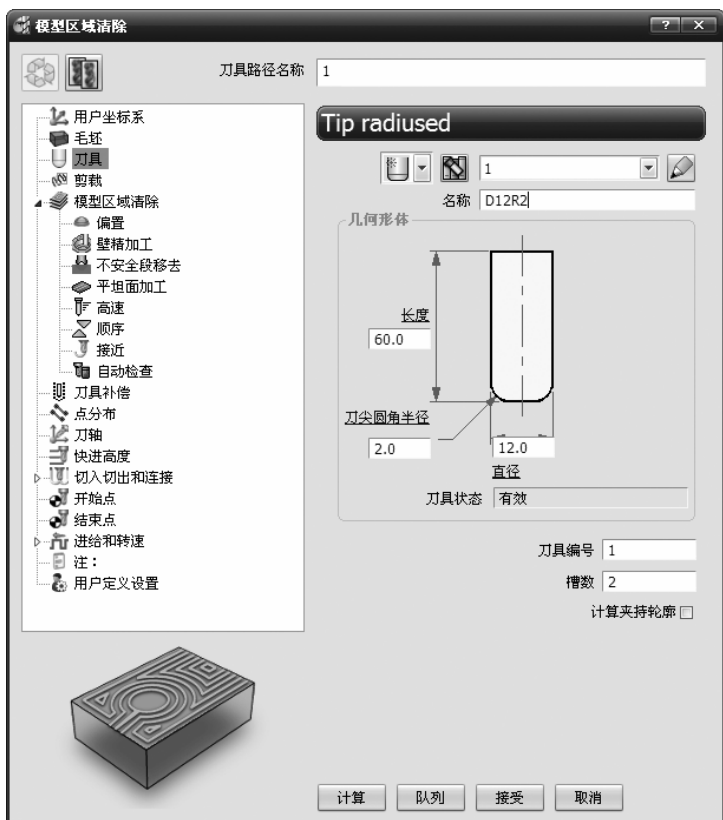

图 2-64 “模型区域清除”对话框
6) 单击主工具栏上的“刀具路径策略”按钮，弹出“策略选取器”对话框，单击“三维区域清除”选项卡，选中“模型区域清除”选项，单击“接受”按钮，弹出“模型区域清除”对话框，如图 2-64 所示。